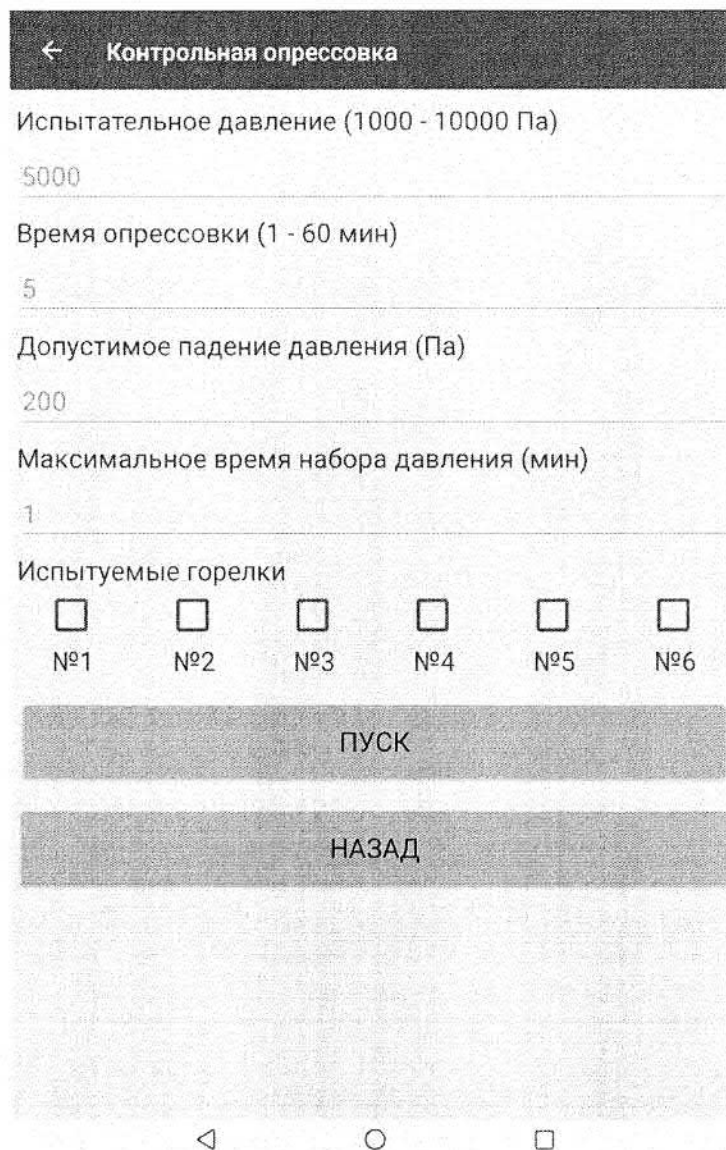

Рисунок 6.5
6.5.8 Для проверки герметичности газовых коммуникаций нажать кнопку «Контрольная опрессовка» на главной странице (рисунок 6.5).